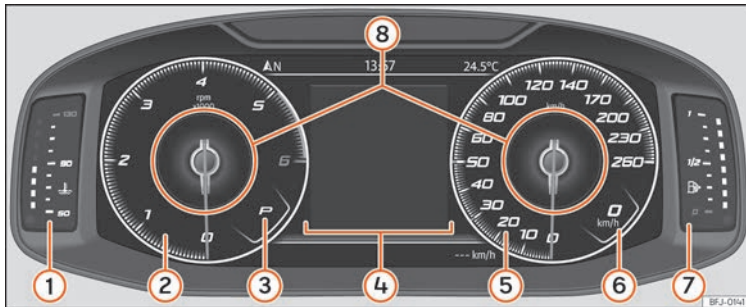

Abb. 69 SEAT Digital Cockpit in der Schalttafel (klassische Ansicht).
Die in der *Klassischen Ansicht* und in der Ansicht *Halbkreisförmige Instrumente* angezeigten Informationen können in den **Informationsprofilen** » **Abb. 69** ⑧ personalisiert werden.
Die Zeiger der Umdrehungen pro Minute und der Geschwindigkeitsmesser werden über die gesamte Länge angezeigt »» **Abb. 69**.